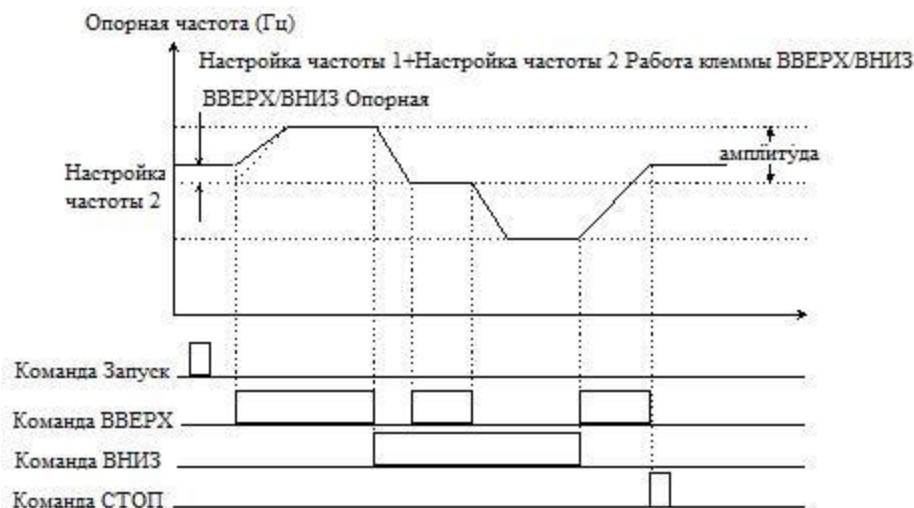

Рисунок 5.3.3 Работа UP/DOWN комбинаций
- ◆ Когда значение P0.05 равно 4, частота устанавливается на частоте источника 1+частота источника 2: в начале работы, независимо от того, являются ли клеммы UP / DOWN эффективными или ни одна из них не эффективна, опорная частота будет суммой начального значения UP / DOWN и частоты настройки 2. Если клемма UP / DOWN будет эффективной частота будет увеличиваться или уменьшаться со скоростью UP / DN (P3.16) и диапазон частот UP / DOWN будет (частота источника 2 — P3.17) равен (частота источника 2 + P3.17). Если функциональная клемма UP / DOWN не будет эффективной, то опорная частота UP / DOWN будет оставаться постоянной. Когда UP / DN недействителен, нажатие клавиши STOP даст возможность сохранить / не сохранить значение UP / DN в соответствии с P3.18 выбора хранения. Однако, если функция UP / DOWN эффективна, нажатие кнопки STOP сохранит UP / DOWN в качестве начального значения как показано на рис.5.3.3.
- ◆ Когда P0.05 не равен 4, частота устанавливается на частоте источника 1, а ее настройка - клемма UP / DN: В начале работы, если клеммы UP / DOWN неактивны или обе активны, то инвертор работает с начальной настройкой UP / DOWN (если значение отрицательное, инвертор работает с частотой 0); если активна любая из клемм UP / DOWN, то заданная частота управляется клеммой UP / DOWN, которая увеличивается или уменьшается на основе текущей скорости клеммы UP / DOWN (P3.16). В этот момент, если клемма UP / DOWN неактивна, рабочая частота в это время является установленной частотой. Когда клемма UP / DOWN неактивна, нажмите кнопку STOP, сохраните текущую установленную частоту на заданное значение UP / DOWN, определяемым функциональным кодом P3.18 со знаком как положительный. Когда клемма UP / DOWN активна, нажатие клавиши STOP сохранит значение UP / DN равным начальному значению, как показано на Рис. 5.3.3.